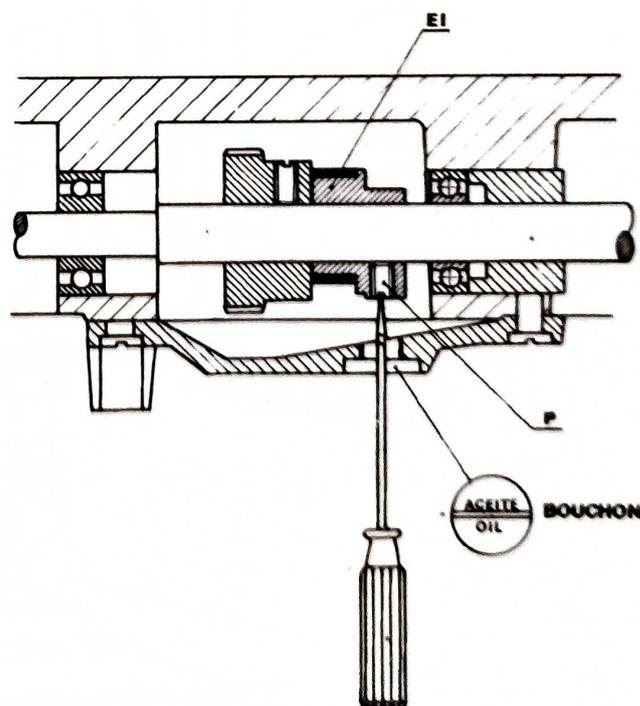

Fig.16
- Desserrer les deux goujons P et faire tourner l'excentrique d'impulsion EI jusqu'à ce qu'on obtienne le réglage correct. Resserrer les goujons P (fig. 16).
6.2 On peut également agir sur l'excentrique d'impulsion EI (fig. 16).